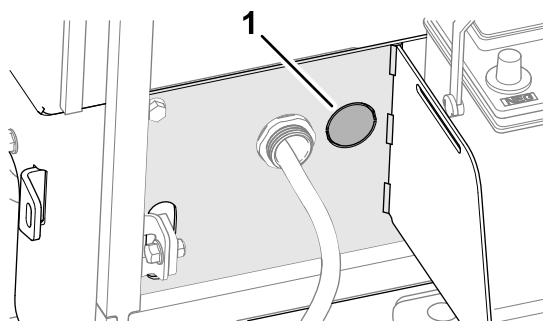

Figura 8
1. Alla sinistra del vassoio della batteria, rimuovete il tappo dalla staffa del radiatore (Figura 8).